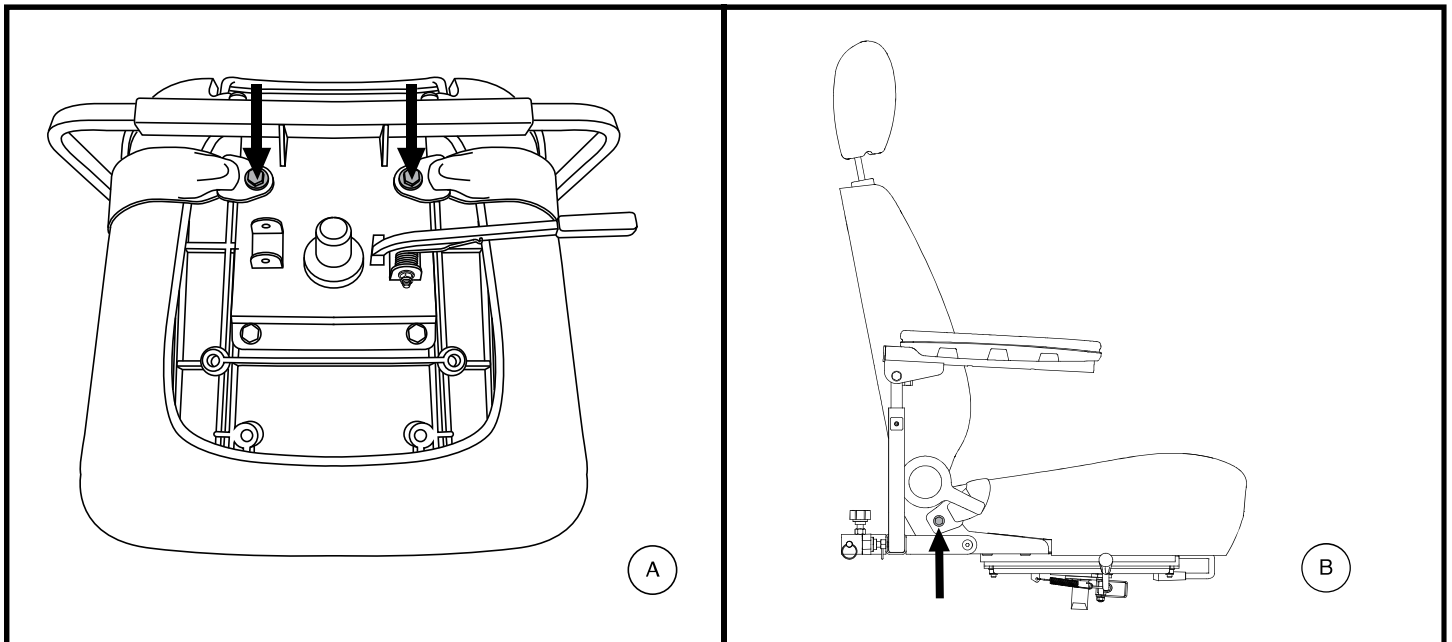

Figure 25. Boulons du ceinture de positionnement
Votre scooter peut être équipé d'une ceinture de positionnement de type automobile réglable pour votre confort. **Voir la figure 25.** La ceinture de positionnement est conçue pour supporter et empêcher le conducteur de glisser ou d'avancer sur le siège. La ceinture de positionnement n'est pas une ceinture de sécurité.
2. Si nécessaire, placez le siège à l'envers pour faire face à sa base. **Voir la figure 25.**